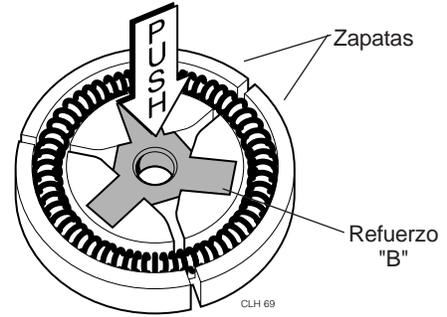

Figura 6.14
Paso 1. Sujete firmemente el conjunto de zapata del embrague con ambas manos y luego use el pulgar para empujar el "Refuerzo B" del conjunto de zapata del embrague. (Figura 6.14)